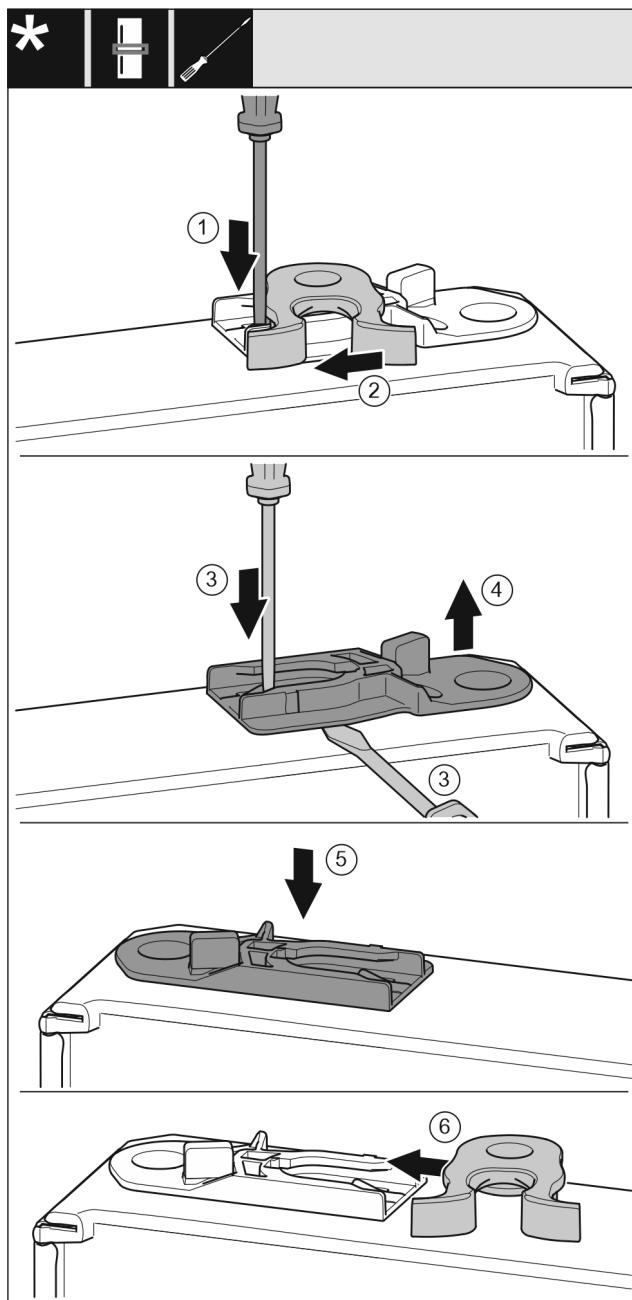

Fig. 19
- Potisnite spono Fig. 19 (1) navzdol s ploščatim izvijačem.
- Povlecite zapiralni kavelj Fig. 19 (2) ven iz vodila.
- Izvlecite vodilno pušo Fig. 19 (3, 4): Pritisnite spono s ploščatim izvijačem in jo hkrati potisnite pod vodilno pušo.
- Vstavite vodilno pušo Fig. 19 (5), ki je del obsega dobave, na drugi strani ohišja.
- Potisnite zapiralni kavelj Fig. 19 (6) v vodilo.